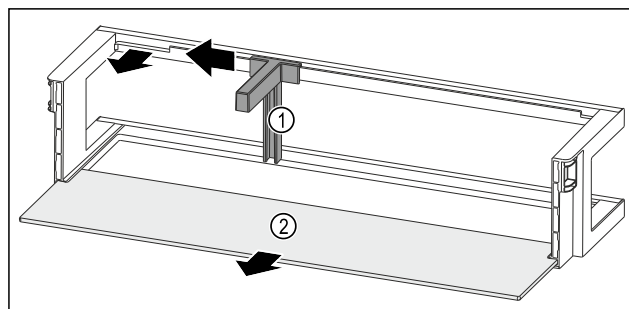

Fig. 65 Balconnet de contre-porte avec range-bouteilles et tablette de rangement
- Pousser le range-bouteilles Fig. 65 (1) sur le côté jusqu'à l'évidement.
- Retirer le range-bouteilles Fig. 65 (1).
- Retirer la tablette de rangement Fig. 65 (2).